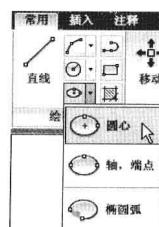
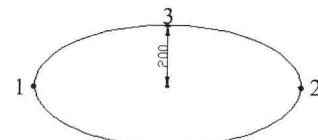

图 3-5-14
图 3-5-15
(1) 在“绘图”面板中椭圆创建按钮有三种，默认情况下只显示“轴，端点”按钮 \odot ，其他按钮隐藏，单击“轴，端点”按钮 \odot 右侧的下拉按钮，展开按钮列表，如图 3-5-14 所示。
(2) 单击“轴，端点”按钮 \odot ，命令行提示“指定椭圆的轴端点或[圆弧 (A) / 中心点 (C)]”，在视图中单击指定第一条轴的第一个端点，或者在命令行中输入这个点的坐标值。
(3) 命令行提示“指定轴的另一个端点”，在视图中单击指定第一条轴的第二个端点。
(4) 命令行提示“指定另一条半轴长度或 [旋转 (R)]”，在视图中移动十字光标从椭圆的中心拖出一条直线，这条直线就是第二条轴的二分之一长度，即半轴，单击确定其长度，椭圆创建完成，如图 3-5-15 所示。